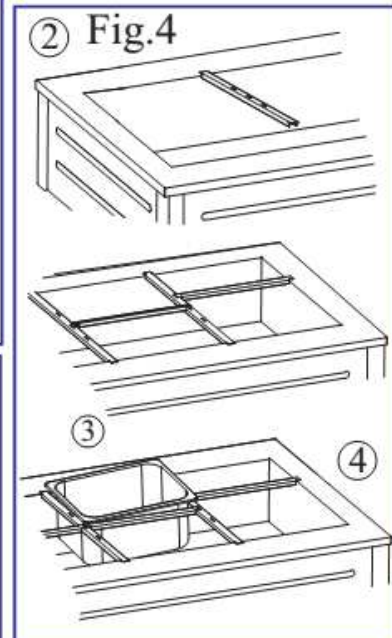

Fig. 4
1. Снять защитную пленку с держателей. 2. Поместить более длинные держатели вдоль длинных сторон бака. 3. Поместить более короткие держатели в специальные прорези на более длинных держателях. Возможны различные варианты расположения, в зависимости от размера контейнера и места его установки. 4. Разместить контейнеры в соответствии с потребностями (см. рисунок 4).